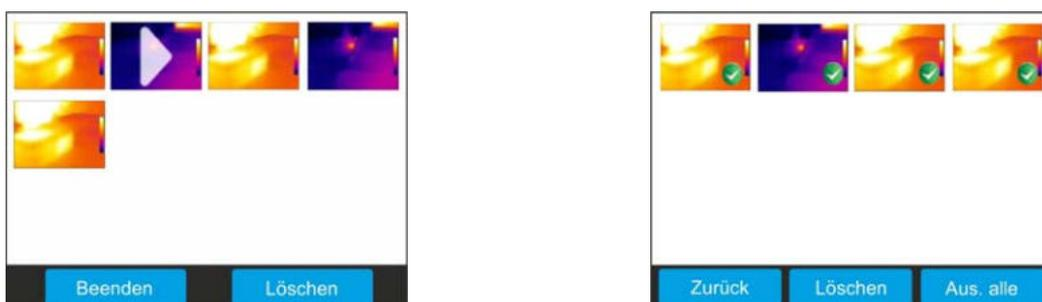

Abb. 69: Auswahl und Löschen von IR Videos
1. Berühren Sie das Symbol “**Löschen**” in der Galerie der IR Videos. Die folgende Bildschirmseite (siehe Abb. 69 – rechte Seite) erscheint im Display: